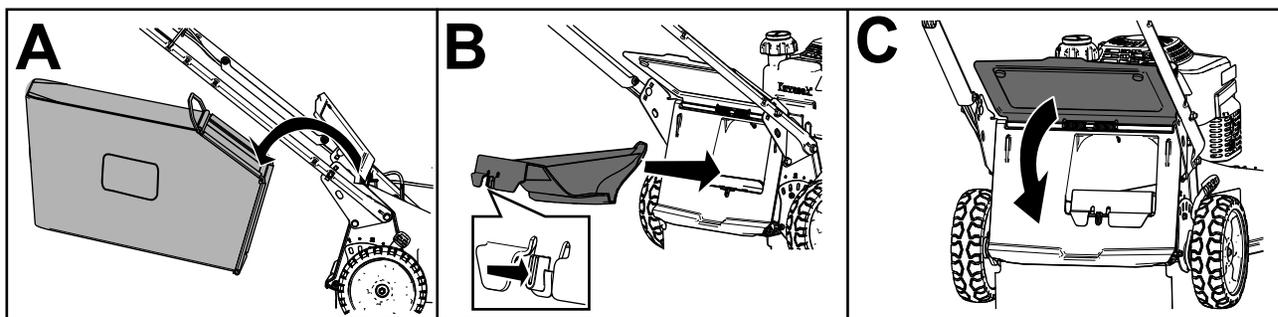

Рисунок 20
- Если травосборник находится на машине, снимите его; (вид А на Рисунок 20).
- Если задняя выпускная заглушка не установлена, возьмите заглушку за рукоятку, поднимите задний дефлектор и вставьте ее в желоб заднего выброса, пока защелка не зафиксирована на месте (вид В на Рисунок 20).
3. Выньте штангу травосборника из выемок в основании рукоятки (вид А на Рисунок 20).
4. Вставьте выпускную заглушку (вид В на Рисунок 20).
5. Опустите задний дефлектор (вид С на Рисунок 20).